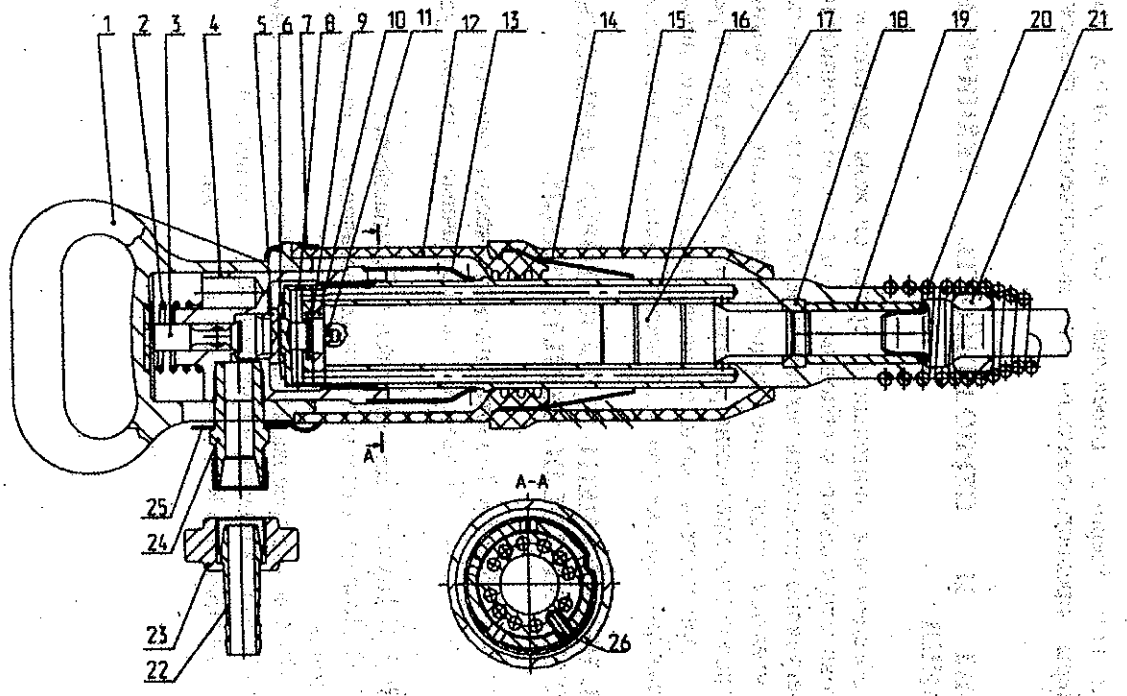
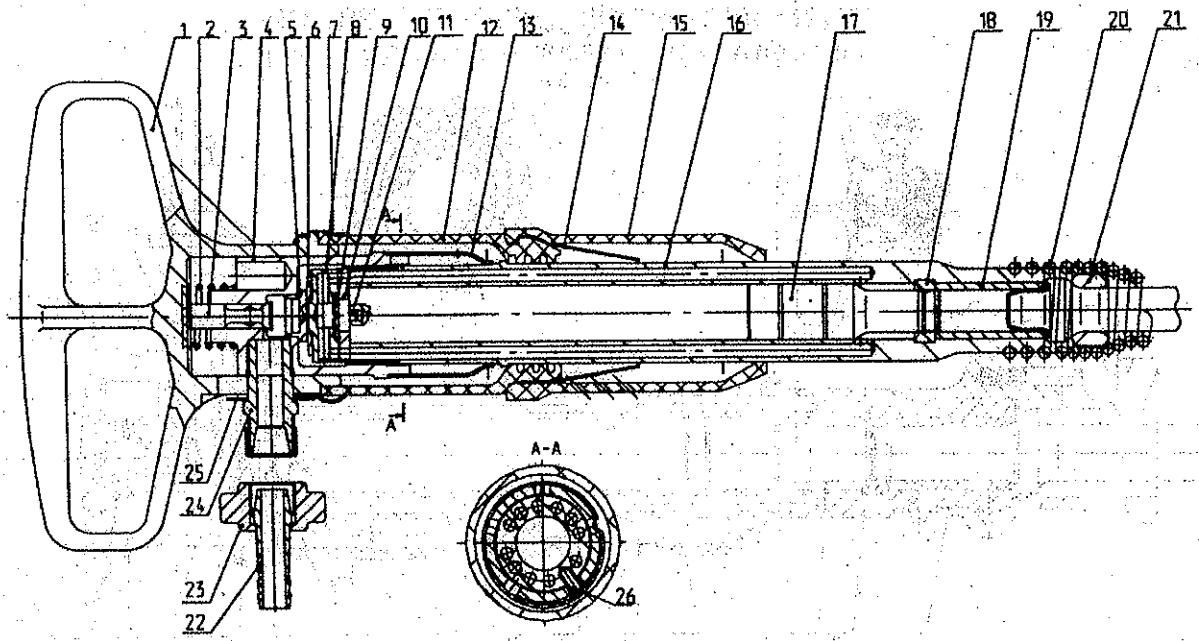

Рис. 1. Молоток отбойный пневматический
Рис. 2. Молоток отбойный пневматический
7.1. Молоток (рис. 1, 2, 3) представляет собой поршневую пневматическую машину ударного действия с клапанным воздухораспределением, работающую под действием сжатого воздуха.
7.7. Для молотков МО-1Б, МО-2Б, МО-3Б, МО-4Б присоединение рукава осуществляется с помощью накидной гайки 23 и ниппеля 22 (рис. 1 и рис. 2).
9.1 Разборку молотка для устранения неисправностей, профилактического осмотра или его консервации производите в следующей последовательности (рис. 1, 2, 3):